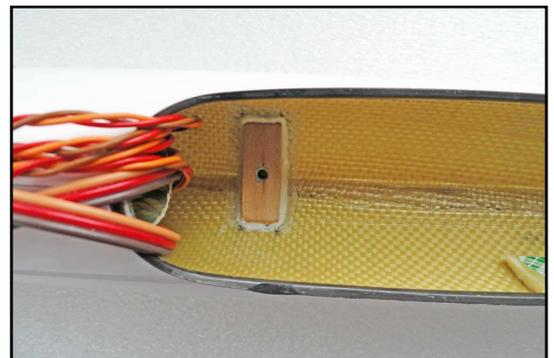

Рис.2 – Балластная труба, вклеенная в фюзеляж
1.3. Вклеить балластную трубу так, чтобы она не выглядывала из фюзеляжа, если этого не сделать, плохо закрывается фонарь. Намазав смолой балластную трубу в районе U-образного крепления и на стыке пилона и балки. Труба должна проходить примерно в центре заднего отверстия фюзеляжа и снизу касаться поверхности хвостовой балки (можно для примерки надеть балку на фюзеляж). (Рис.2)